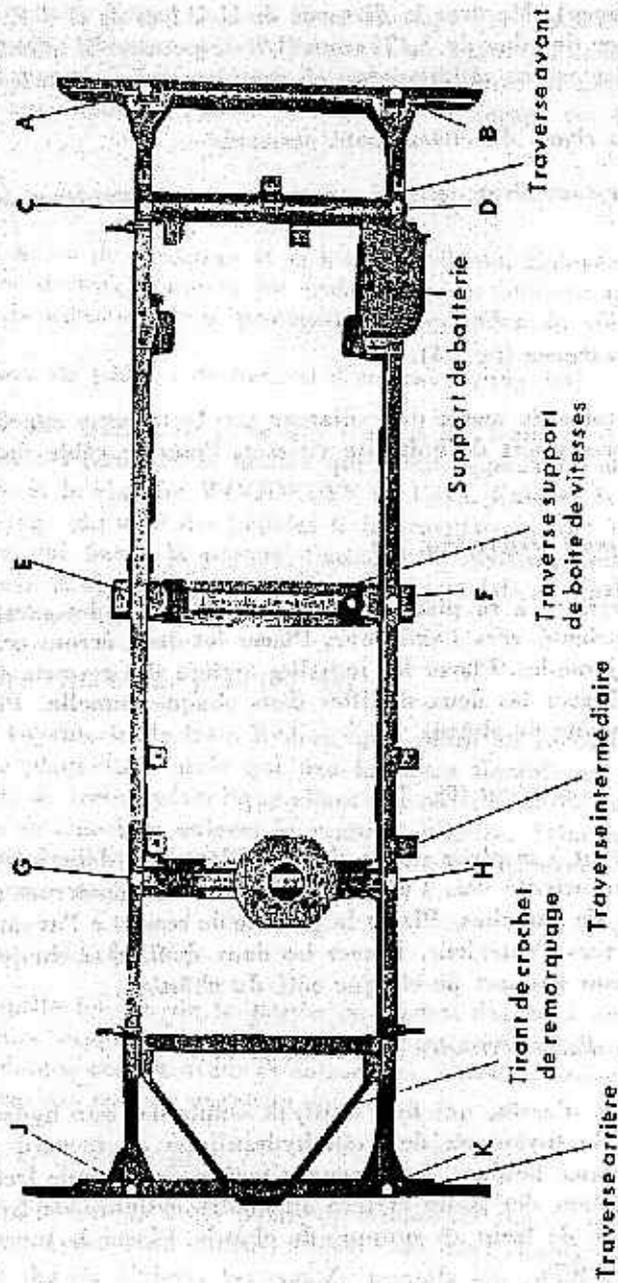

FIGURE 95. — Châssis
1) Vérifier l'alignement du châssis (fig. 95).
On peut évaluer à quel point le châssis est faussé en prenant les mesures aux divers points indiqués à la figure 95. Mesurer la distance de A à D et de B à C. La distance entre ces deux points ne doit pas varier de plus de 3,175 mm (1/8 de pouce). Mesurer la distance de C à F et de D à E. La distance entre ces deux points ne doit pas différer de plus de 3,175 mm (1/8 de pouce). Mesurer la distance de E à H et de F à G. La distance entre ces deux points ne doit pas varier de plus de 3,175 mm (1/8 de pouce). Mesurer la distance de H à J et de G à K. La distance entre ces deux points ne doit pas varier de plus de 3,175 mm (1/8 de pouce). Si le châssis est faussé on peut y remédier dans la plupart des cas en réduisant ou en remplaçant les traverses ou longerons endommagés.